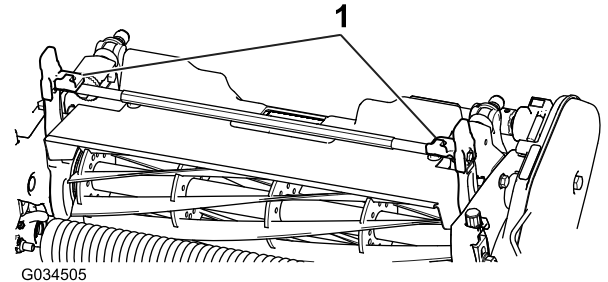
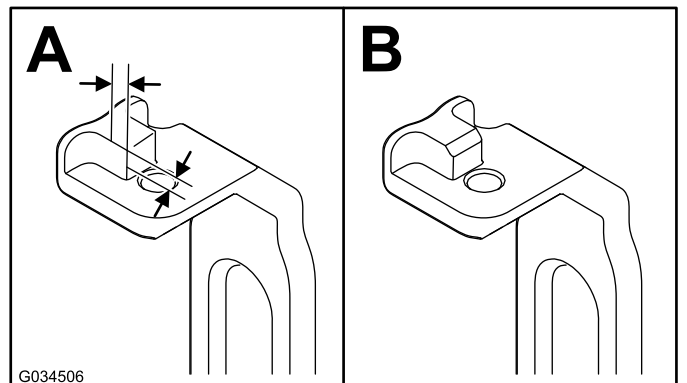

Bild 4
Bild 5
2. Messen Sie an beiden Neigungsarmen (**Bild 4**) 2,3 mm an den Nasen nach innen und fräsen Sie die Ecke ab, wie in **Bild 5** abgebildet.